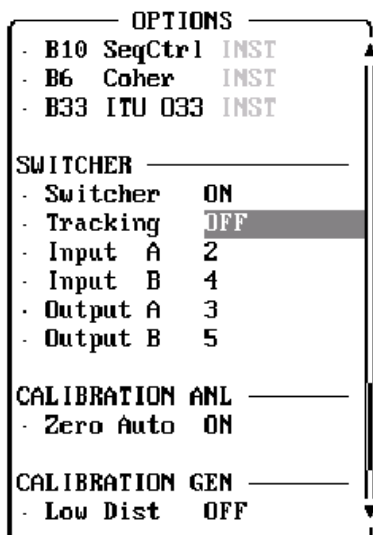

Abbildung 2-4 Kanaleinstellung: R&S UPL
Abbildung 2-4, auf Seite 38 zeigt das auf dem R&S UPL-Bildschirm erscheinende Bedienpanel, wenn ein Input- und ein Output-Switcher angeschlossen sind (andernfalls würden nur die Bedienzeilen des erkannten Switchertyps erscheinen).
**Beispiel** (siehe Abbildung 2-4, auf Seite 38):